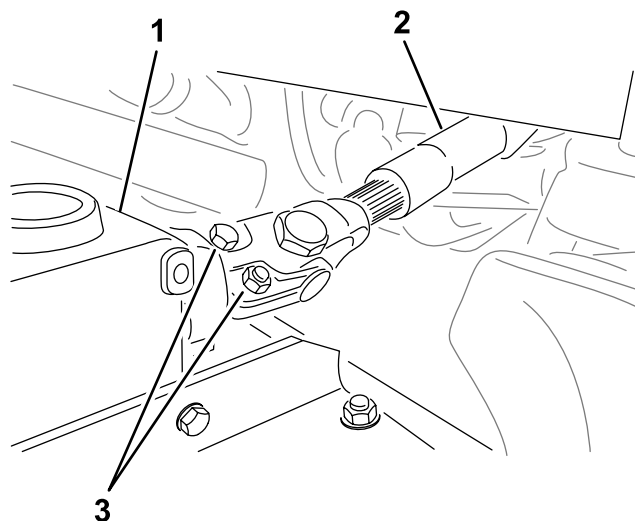

Bild 17
3. Wenn Sie die Zapfwelle am Getriebe installieren, montieren Sie jedes Schraubenpaar (5/16" x 2") und Muttern (5/16") gegenüberliegend (Bild 17) und ziehen Sie die Muttern auf ein Drehmoment von 40 N·m an.